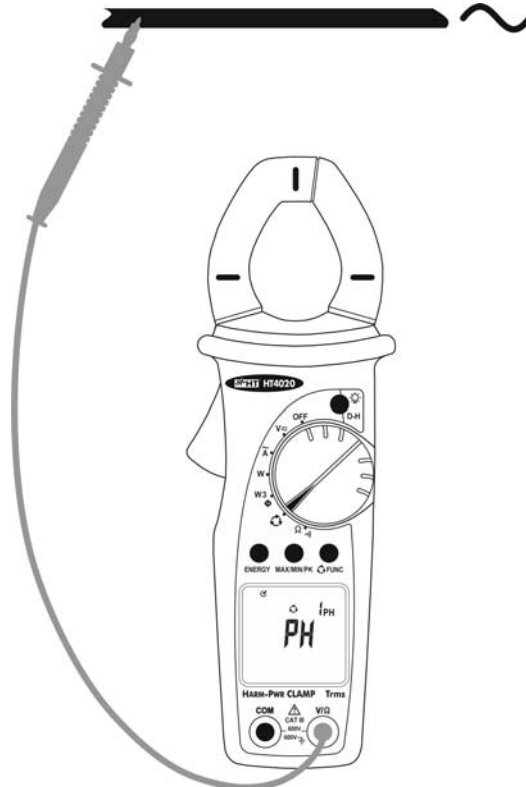

Fig. 15 : Détection de phase à 1 terminal
3. Connecter l'embout rouge au câble sous test (voir Fig. 15). Autrement, utiliser le pratique capuchon en caoutchouc pour loger l'embout rouge